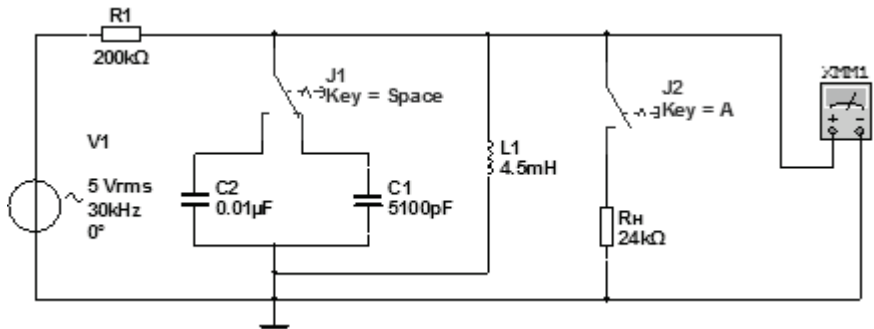

Рис. 6. Схема для исследований колебательного контура в режиме вынужденных колебаний
1) Собрать схему, изображённую на рис. 6.